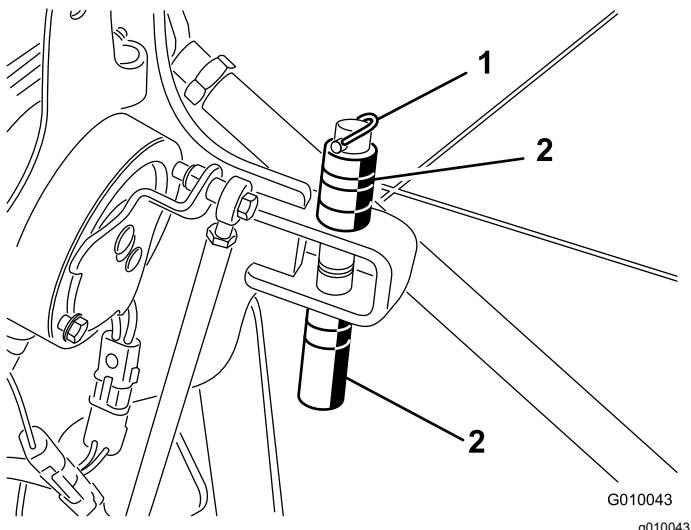

Figura 20
- Retire el pasador de seguridad que retiene los espaciadores y los bulones de profundidad (Figura 20).